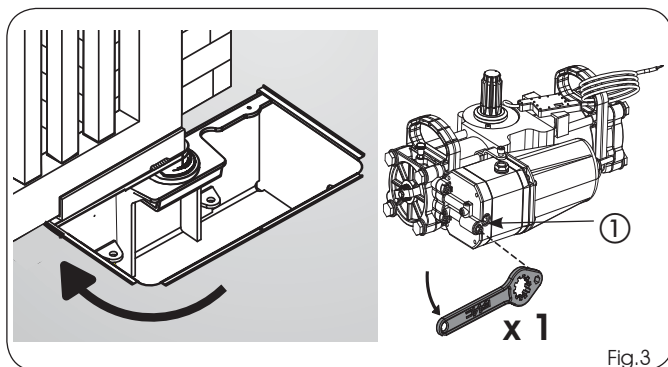

Fig.3
- 2) En consultant les instructions du chapitre 7.1, intervenir sur le déblocage hydraulique de l'opérateur en tournant le levier (Fig.1 réf.⑥) ou en intervenant avec la clé spécifique (Fig.1 réf.⑩) sur la vis de déblocage (Fig.3 réf.①).